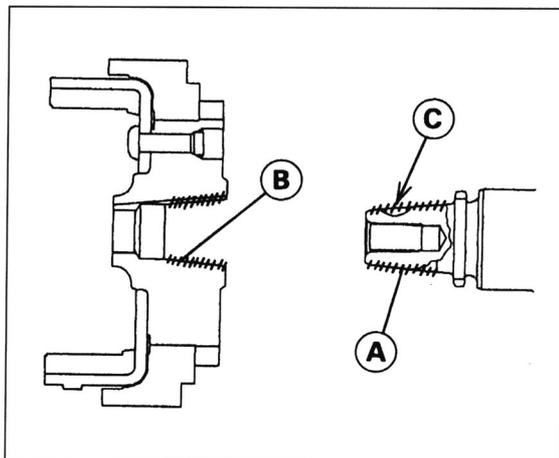

Bild 129
- Tüllen der Stator- und Pickup-Kabel mit Dichtmasse versehen anbringen (Bild 129).